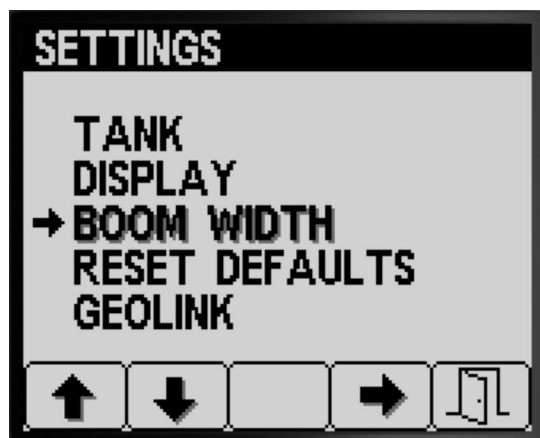

Figura 32
1. Prima o botão 2 no ecrã Definições até encontrar a opção LARGURA DA RAMPA (Figura 32).
2. Prima o botão 4 para seleccionar a entrada LARGURA DA RAMPA (Figura 32).